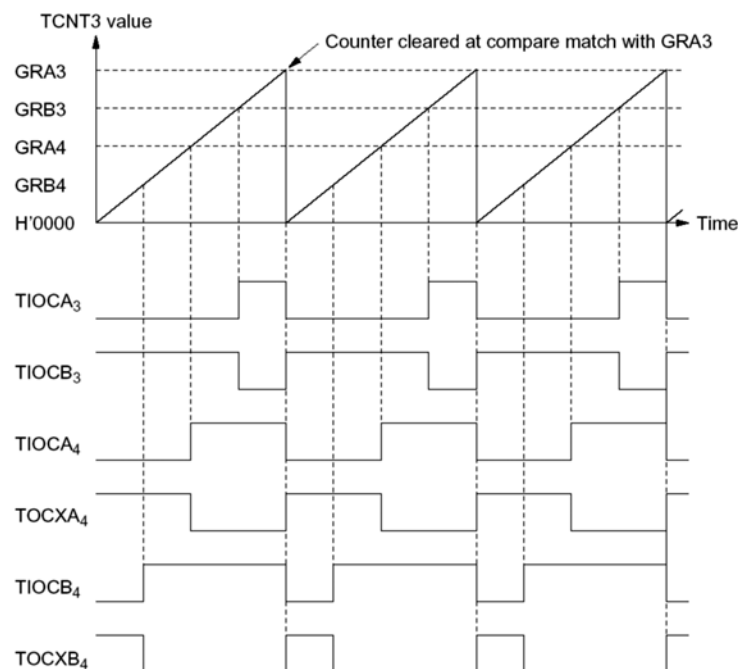

Abb. 3.4 PWM-Signalverläufe (1). Synchronisation durch Rücksetzen
1. Synchronisation durch Rücksetzen (Abb. 3.4). Zähler zählt aufwärts und wird am Ende der Periode wieder gelöscht. Alle PWM-Impulse starten bzw. enden (je nach Polarität) zur gleichen Zeit